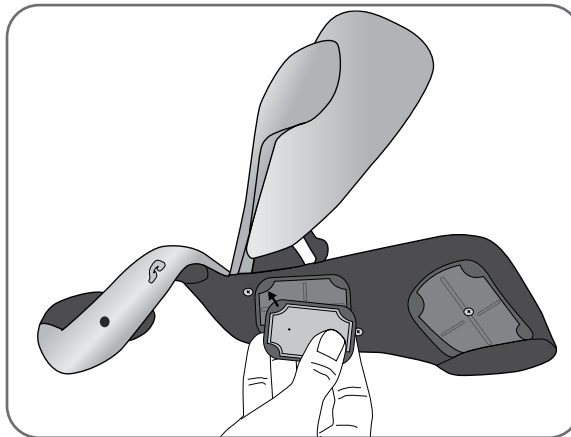

Bild 8-6: Sätt in tygelektroden i elektrodbasen
7. För tygelektrod nr 1, 2, 4 och 5 ska den vita pricken på tygelektroden riktas mot elektrodbasen. Sätt i tygelektrodens hörn i elektrodbasen. Se bild 8-6.